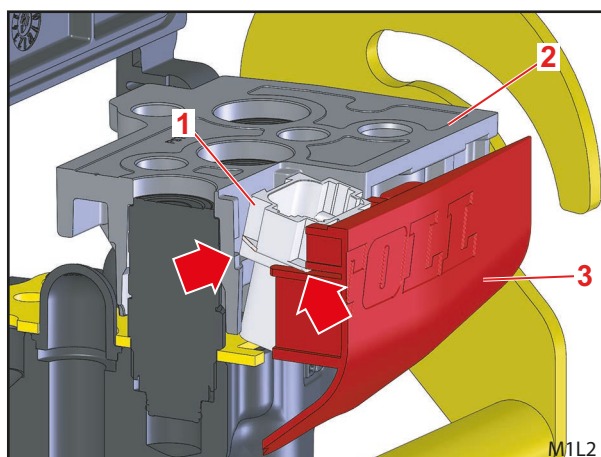

Fig. 10 Montar la parte inferior del Hydro-Fix – conector enchufable eléctrico y tapa
- (6) Empujar la parte inferior de Hydro-Fix en la válvula (no completamente hasta abajo).
- (7) Situar el conector enchufable ligeramente inclinado de forma que, al unir la tapa y la parte superior del Hydro-Fix, se deslice en las guías y apoyos (véase las flechas en Fig. 10).
- (8) Desplazar la tapa completamente y presionar la parte inferior de Hydro-Fix al mismo tiempo hacia abajo con precaución.
- (9) Sujetar la parte inferior del Hydro-Fix con 5 tornillos M8x45.